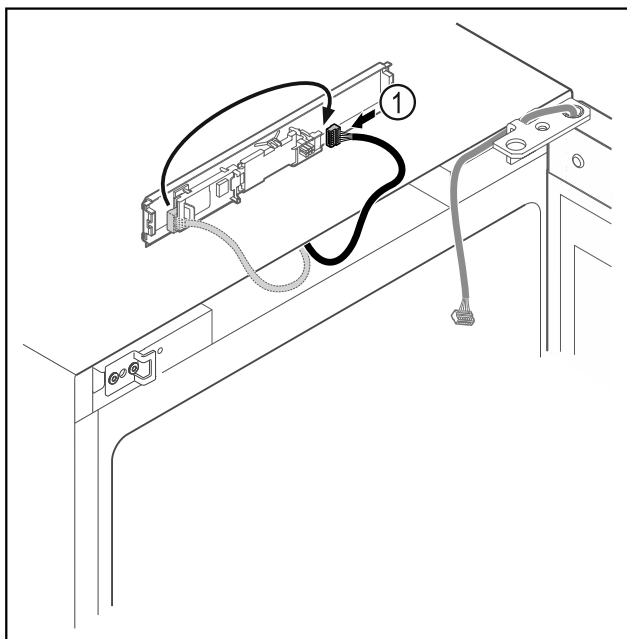

Fig. 8
- Enchufar el conector Fig. 8 (1) en otra posición en la platina.